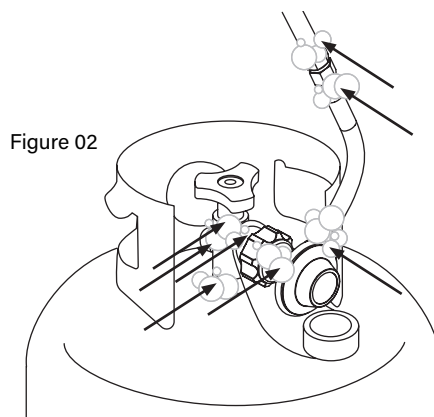

Figure 02
**ÉTAPE 02** Appliquez une solution savonneuse sur les zones de joint des vannes et du régulateur. (Indiqué par des flèches sur la figure 02.)